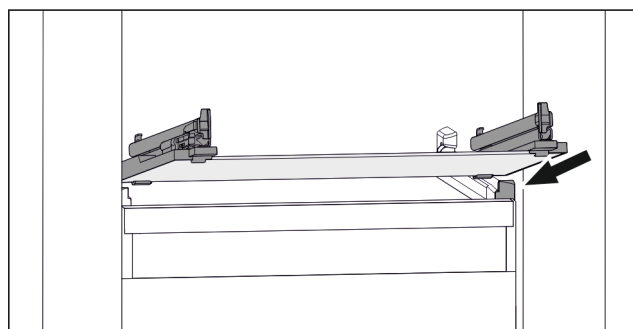

Fig. 117 Beispielhafte Darstellung der Glasplatte
- Glasplatte schräg hinter den Stoppern aufsetzen. (siehe Fig. 117)